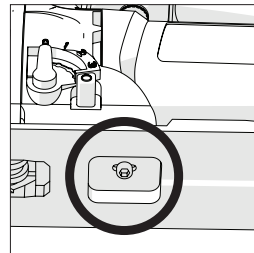

Abb. 8
- Die Innensechskantschraube lösen, welche die Fußplatte an der Maschine befestigt. **(Abb. 8)**
- Den Fußplattenschuh aus Kunststoff wieder anbringen und dabei sicherstellen, dass alle sechs (6) Befestigungsbügel (2 vorne an der Fußplatte und 2 an jeder Seite) richtig sitzen.